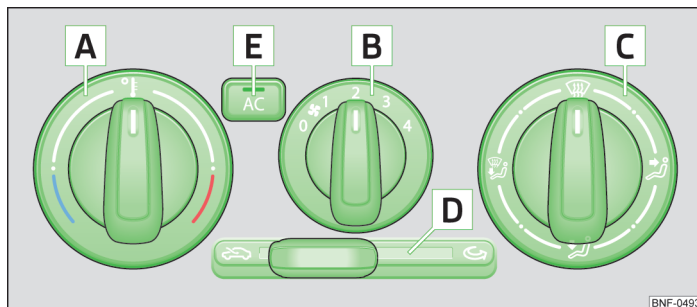

Fig. 65 Aircondition: betjeningslementer
- ✓ **AC** **E** » Fig. 65 på side 57 skal være tilsluttet.
- Drej drejekontakten **A** » Fig. 65 mod højre for at øge temperaturen.
- Drej blæserkontakten **B** » Fig. 65 til en af positionerne 1 til 4 for at tilslutte blæseren.
- Med kontakten til regulering af luftfordelingen **C** » Fig. 65 reguleres luftens retning.
- Tryk på knappen **AC** **E** » Fig. 65.
- Kontrollampen i knappen **AC** **E** » Fig. 65 lyser efter tilslutning – også selv om alle betingelserne for køleanlæggets funktion ikke er opfyldt. Dermed signaleres det, at kølefunktionen er klar, når alle betingelser er opfyldt.
» Skub skydekontakten **D** » Fig. 65 på side 57 til position